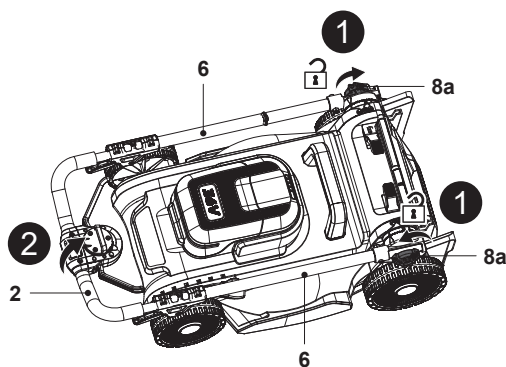

Fig. 1
2. Desaperte os dois botões de bloqueio (8a) para a esquerda nos guidores inferiores (6), mas não os remova (Fig. 1, passo 1).
3. Segure a pega (2) com uma mão e desdobre o respetivo conjunto (4, 6) (Fig. 1, passo 2).